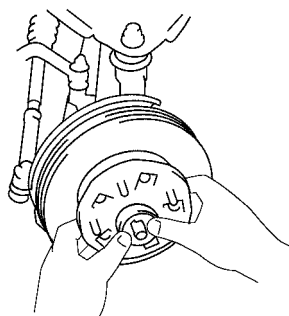

图 14-53 安装前桥壳
(1) 安装前桥壳。将前桥壳装到转向节上，安装外轴承和垫圈，如图 14-53 所示。